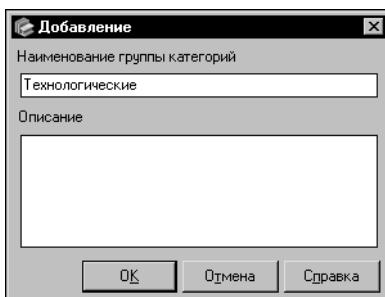

Рис. 6.72. Диалог добавления группы
3. В поле **Наименование группы категорий** введите строку *Технологические* (рис. 6.72) и нажмите кнопку **ОК**.